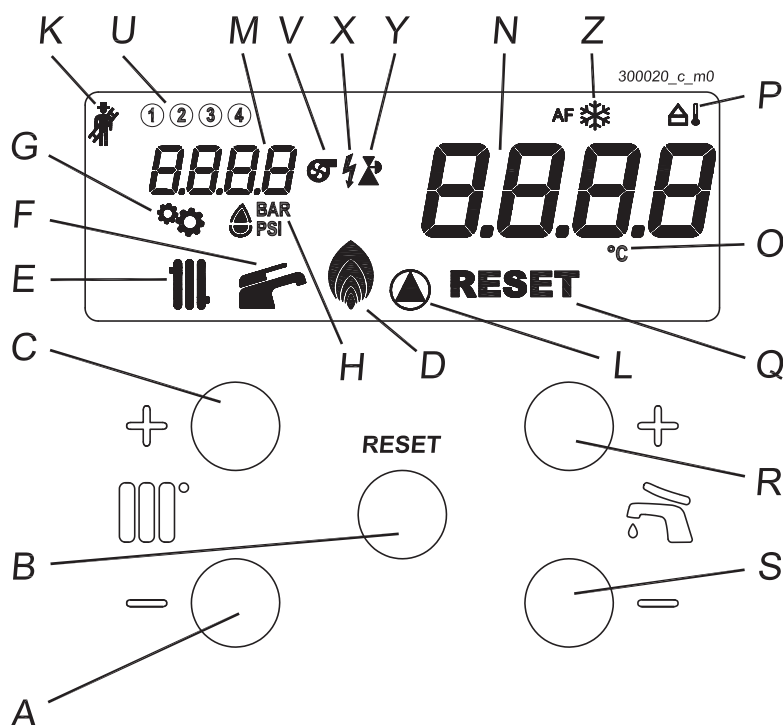

Figura 7-1 - Quadro comandi
- 4.-appare sul display l'icona  "E" (Figura 7-1);
- 6.-appare sul display l'icona  "F" (Figura 7-1);
Legenda Figura 7-1
Se la pressione all'interno del circuito del riscaldamento scende al di sotto di 0,8 bar, il visore "N" (Figura 7-1)
- 2.-controllare la pressione sul visore "M" (Figura 7-1), deve raggiungere la pressione di 1,3 - 1,5 bar (l'indicazione **F ILL** scompare superati 1,1 bar);
si esegue agendo sui tasti  + e . Premuto uno dei due tasti, il visore "N" (Figura 7-1) comincia a lampeggiare e a mostrare la temperatura che si sta impostando. Il campo di regolazione entro il quale si può regolare la temperatura del sanitario va da 40°C a 60°C. Tenendo premuto il tasto  - anche sotto 40°C, comparirà la scritta **OFF** ad indicare lo spegnimento del servizio sanitario evidenziato anche dallo spegnimento dell'icona  "F" (Figura 7-1).